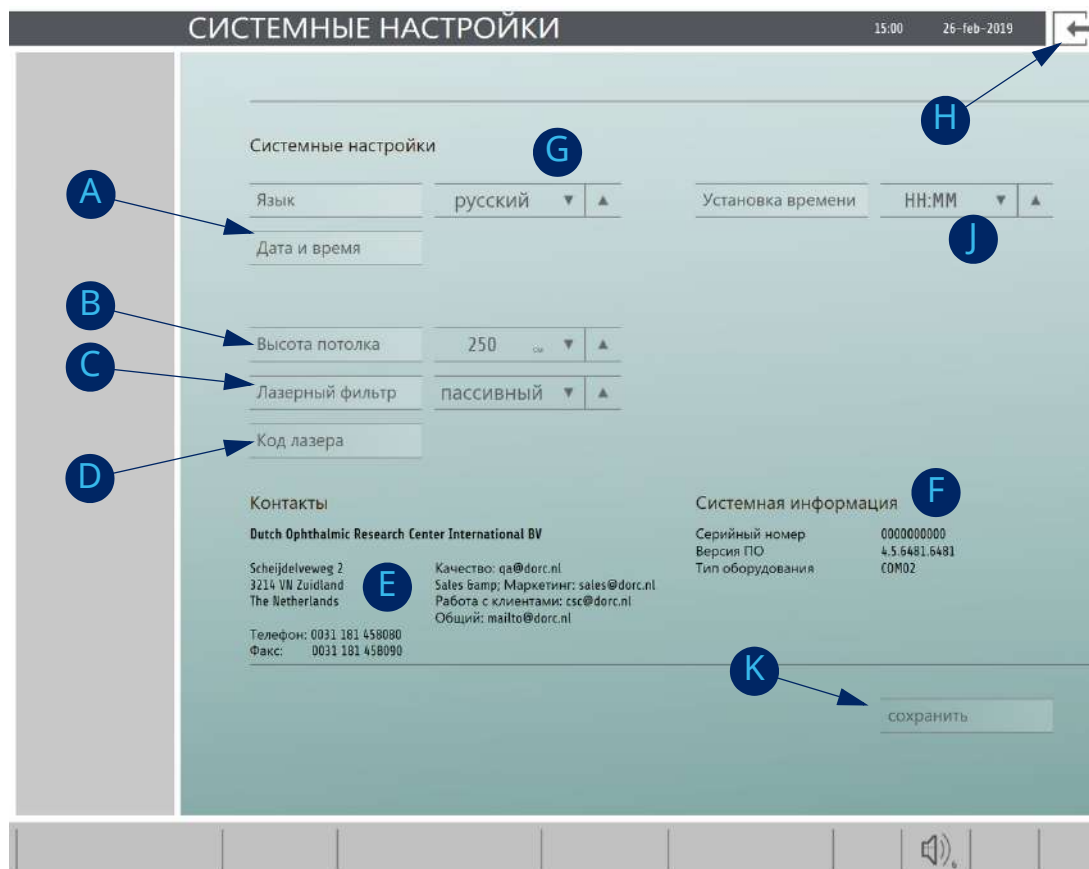

Fig. 150: Меню системных настроек
2. Подтвердите всплывающее окно, нажав **ДА**. Появится экран, представленный на рис. 150.
См. [B] на рис. 150. Здесь вы можете изменить высоту потолка, используя клавиши со стрелками (эта настройка связана с максимальной высотой инфузионной стойки).
См. [C] на рис. 150. Здесь вы можете изменить опции лазерного фильтра (ручной, пассивный), используя клавиши со стрелками. Каждый раз для подтверждения изменения значения вам необходимо будет ввести пин-код (**КОД ЛАЗЕРА**).
См. [D] на рис. 150. Здесь вы можете изменить пин-код лазера (**КОД ЛАЗЕРА**):
См. [J] на рис. 150. Здесь вы можете настроить формат отображения времени.